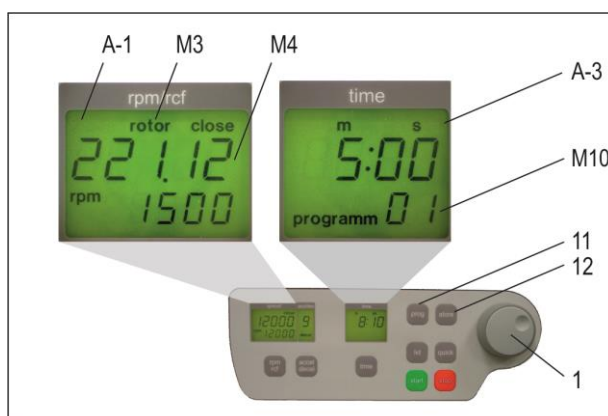

Abbildung 23
Setzen Sie den benötigten Rotor in die Zentrifuge ein. Durch Drücken der Taste „prog“ (11) erscheint im Anzeigenfeld „time“ (A-3) der Schriftzug „programm“ (siehe Abbildung 23). Mit dem Einstellregler (1) können Sie die gewünschte Programmnummer auswählen.
Ob eine Programmnummer schon belegt ist, können Sie daran erkennen, dass im Anzeigenfeld „rpm/rcf“ (A-1) die Schriftzüge „rotor“ (M3) und „22x.xx“ (M4) erscheinen (siehe Abbildung 23). Bei freien Speicherplätzen erscheint hier eine Null.